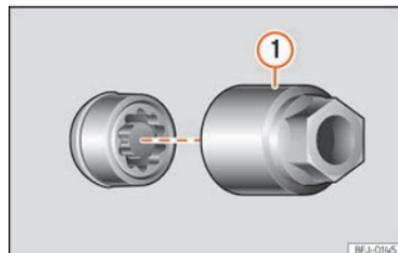

Abb. 225 Diebstahlhemmende Radschraube mit Abdeckkappe und Adapter
- Setzen Sie den Spezialadapter »» (Abb. 225) ① (Bordwerkzeug »» S. 311) bis zum Anschlag in die diebstahlhemmende Radschraube ein.